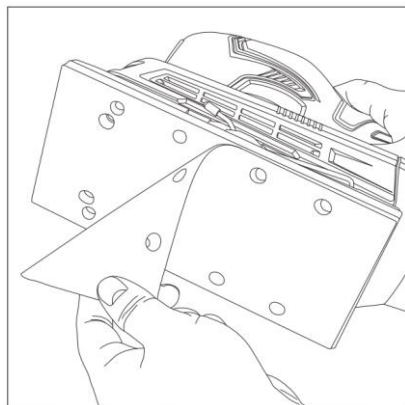

Fig. 3
3. Foaia autoadezivă se poate fixa direct pe suprafața de șlefuit. Și se poate dezlipi foarte ușor de pe suport (Fig. 3).